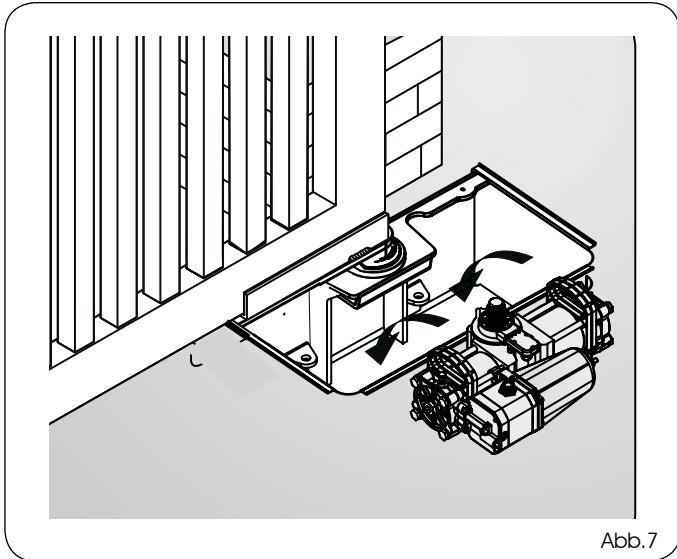

Abb.7
8) Den Antrieb mit Hilfe der entsprechenden Griffe in das Tragegehäuse einsetzen (siehe Abbildung 7, 8).